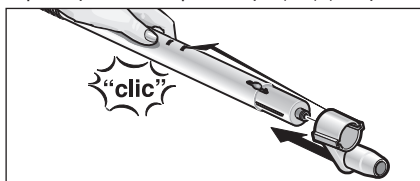

Рис. 4 Присоединение паркового крюка
- Наденьте парковый крюк (G4) на нижнюю удлинительную трубку так, чтобы он зафиксировался в фиксаторе (G2) (см. рис. 4).